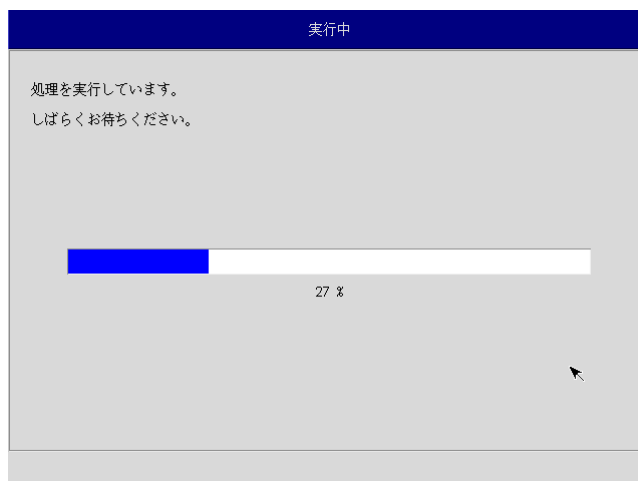

図 6-2-8. 実行中画面
- ⑫ 実行中画面（図 6-2-8）が表示され、処理が開始されます。実行中は DVD ドライブ、保存メディアを外さないでください。また、電源を落とさないようにしてください。